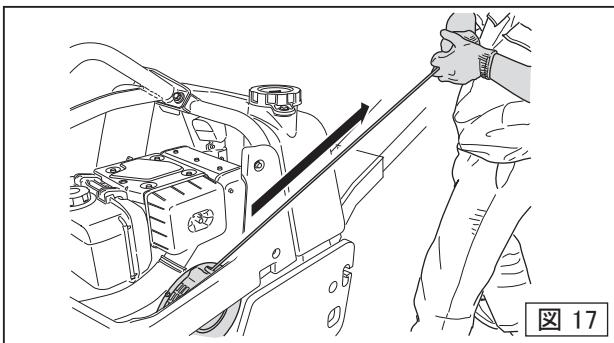

図 17
8. そこから勢い良く引張ってください。この時、ロープを引張り過ぎるとロープが切れたり抜けてしまう恐れがありますので御注意ください。また始動グリップは引いたままで離さないで、リコイルスター本体までゆっくりと戻してください。(図17)